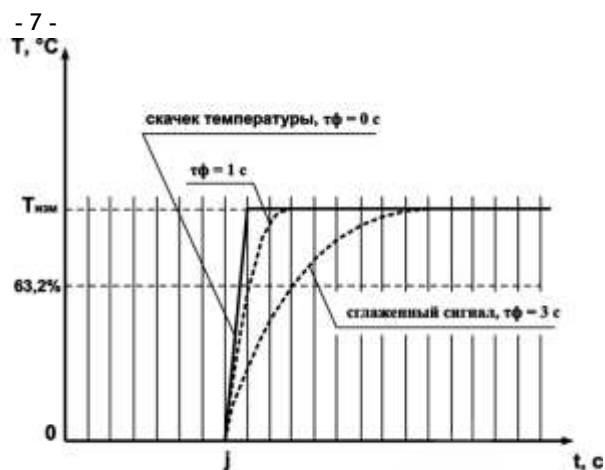

Рисунок 3.6
3.2.4.2 Цифровой фильтр устраняет шумовые составляющие сигнала, осуществляя его экспоненциальное сглаживание. Основной характеристикой экспоненциального фильтра является  $tф$  – постоянная времени цифрового фильтра, параметр  $F_{t1}$  ( $F_{t2}, F_{t3}, F_{t4}$ ) – интервал, в течение которого температура достигает **63,2%** измеренного значения  $T_{изм}$  (рисунок 3.6).